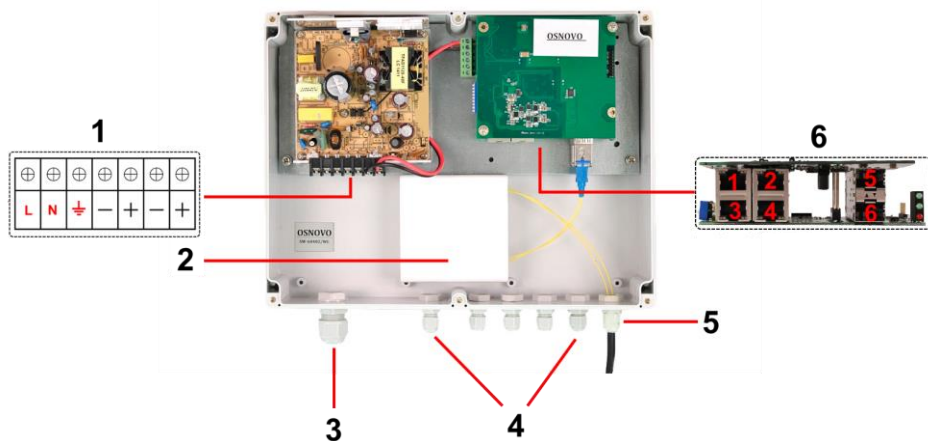

Рис. 4 Подключение уличного коммутатора SW-60402/WC
1. Проденьте кабели витой пары через соответствующие отверстия гермовводов (4) снаружи внутрь бокса (рис.4).